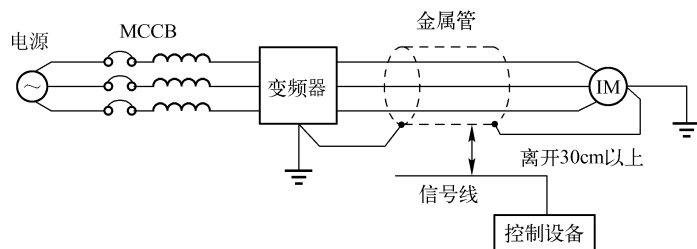

图 4-11 感应干扰防止措施
⑤ 感应干扰防止措施。为了抑制从输出侧产生的感应干扰，除了设置上述的噪声滤波器以外，还有在接地的金属管内集中配线的方法。如信号线离开 30cm 以上，感应干扰的影响将会变小，如图 4-11 所示。